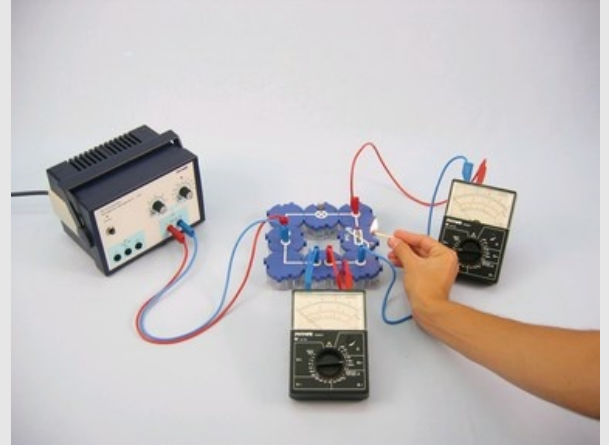

Abb. 5
- Erwärme den PTC-Widerstand mit einer Streichholzflamme wie im Abb. 5.